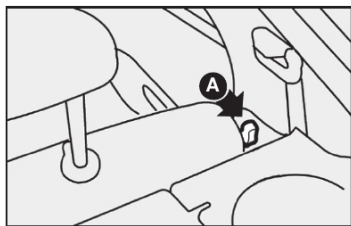

fig. 65
3) Desengatar o encosto, movendo as alavancas laterais A-fig. 65 no sentido da seta.